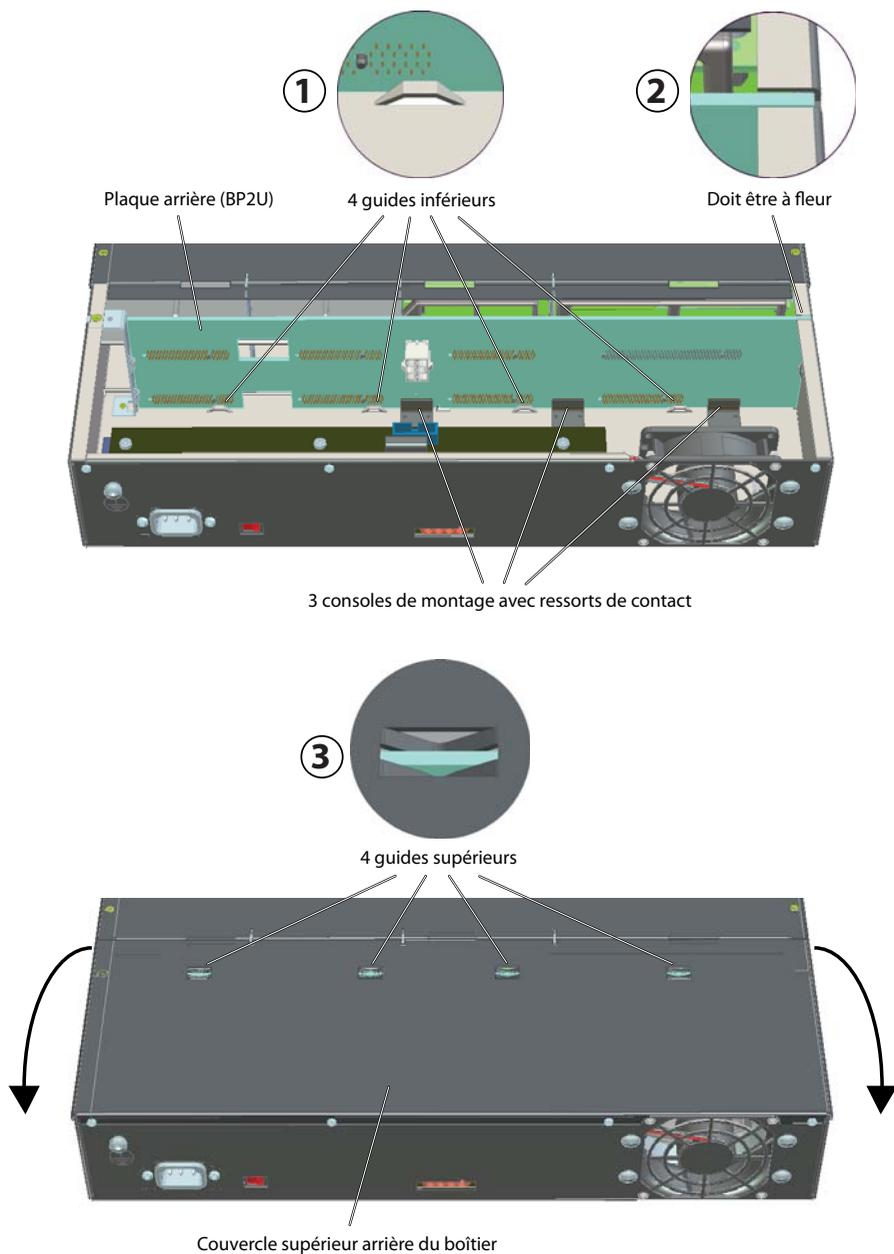

Fig. 20 Logement correct de la plaque arrière BP2U
6. Montez le couvercle supérieur arrière du boîtier. Ce faisant, respecter absolument les consignes pour un logement correct de la plaque arrière BP2U à la page 110 et sur le graphique afférent (Fig. 20).
- Contrôlez le logement correct de la plaque arrière dans les 4 rainures de guidage. Dans tous cas, vous devez pousser légèrement la plaque arrière en arrière, car les ressorts de contact derrière les angles de fixation génèrent une certaine contre-pression (voir ① à la Fig. 20).
- Contrôlez si la plaque arrière ne dépasse pas le côté supérieur du boîtier (voir ② à la Fig. 20).
- Faites attention en fermant le couvercle arrière supérieur à ce que la plaque arrière soit placée correctement dans les 4 rainures de guidages supérieures. Le couvercle doit se fermer sans résistance et sans se tordre (voir ③ à la Fig. 20).